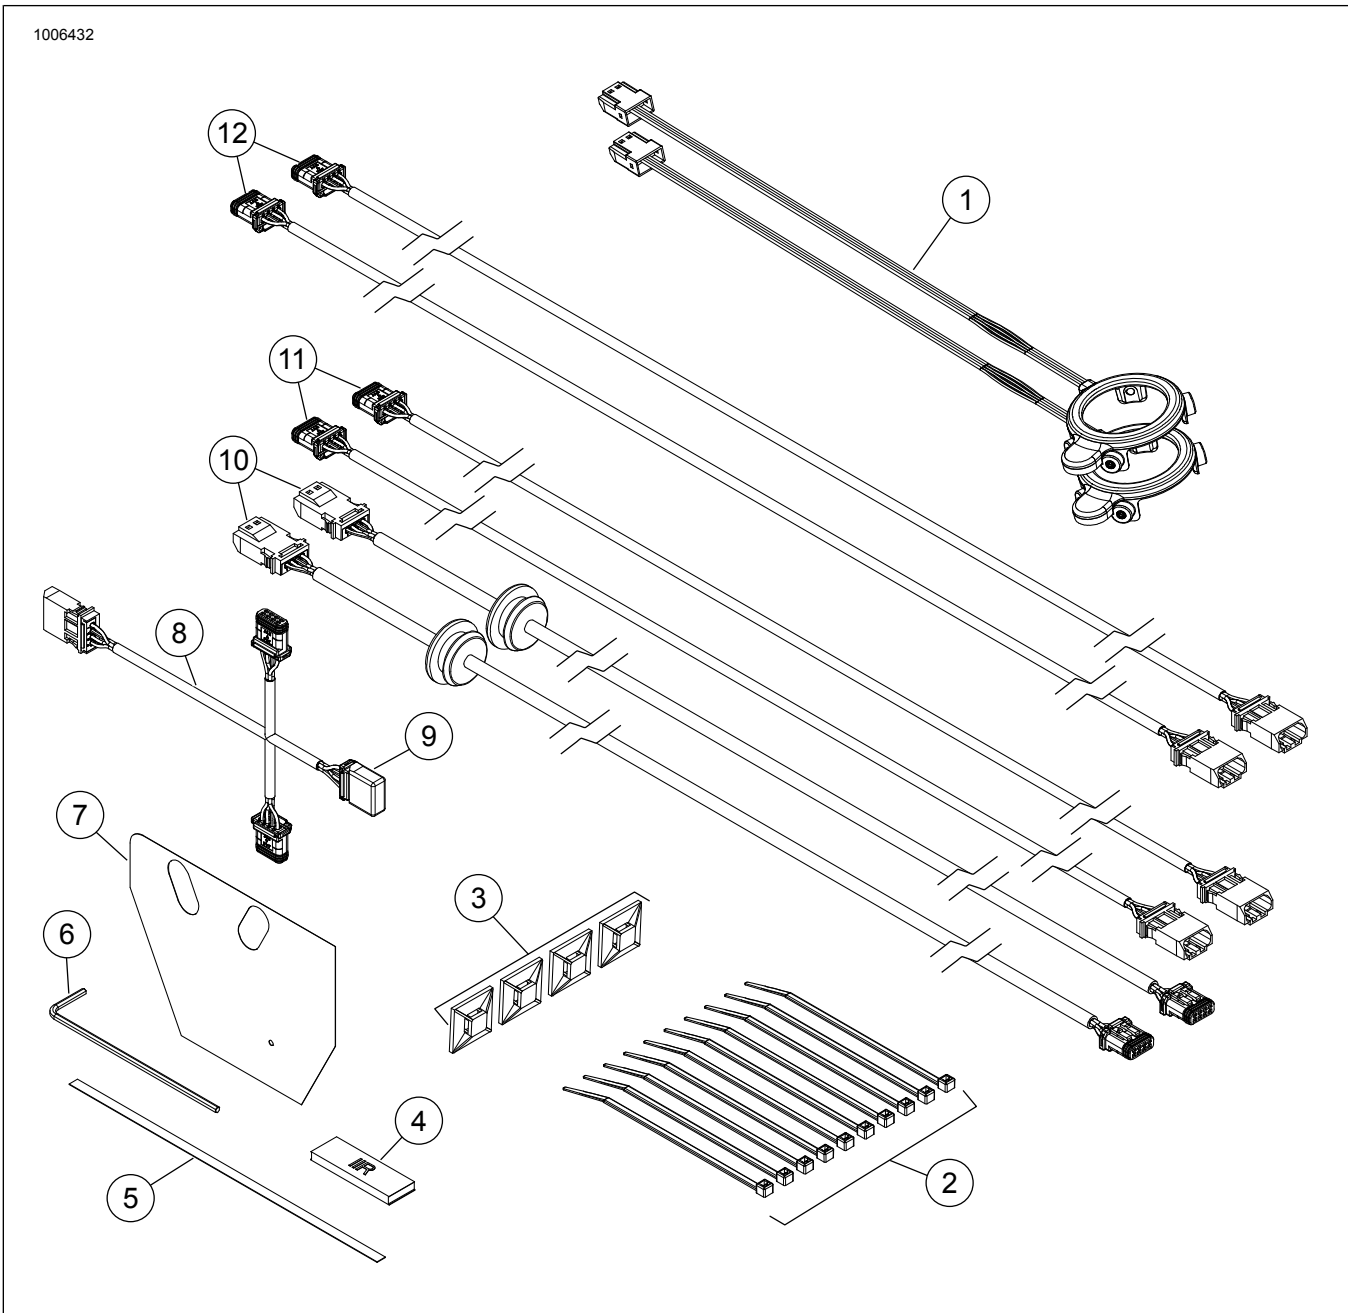

Abbildung 31. Ersatzteile, Stage I Lautsprecher R/G/B/-LED-Leuchtensätze
Siehe Abbildung 31. und Tabelle 1. Den 48-in-Kabelbaum (12) des LED R/G/B-Reglers zu den Satteltaschen führen und verbinden. Den 3-poligen Kabelbaum (8) an die Steckverbinder des Lautsprechers anschließen.
Siehe Abbildung 31. und Tabelle 1. Die Tülle ungefähr 15 cm (6 in) vom Stiftsteckerende des Kabelbaums (10) schieben.
Siehe Abbildung 31. und Tabelle 1. Den 48-in- Kabelbaum (12) des LED R/G/B-Reglers mit den Karosserie-Lautsprechern verbinden. Den 3-poligen Kabelbaum (8) an die Steckverbinder des Lautsprechers anschließen.